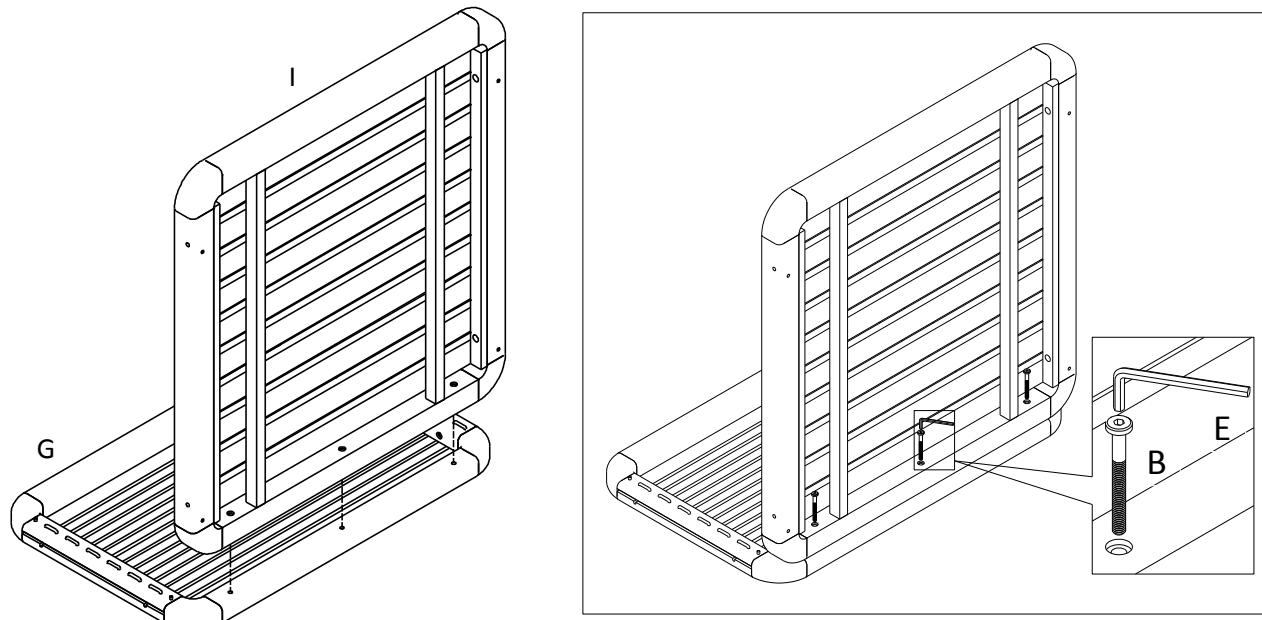

Figure 1.
1. Lay down the Back Rest (G) on the floor with the holes facing up. Attach the Seat Rest (I), to the Back Rest Frame (G). Insert 3 pcs of Bolts (B) to secure the Seat Rest (I) and the Back Rest (G), and then tighten with the Allen Key (E) provided as shown on the Figure 1.
1. Poser le dossier (G) sur le sol en orientant les trous vers le haut. Fixer l'assise (I) au cadre de dossier (G). Insérer 3 boulons (B) pour fixer l'assise (I) et le dossier (G), puis les serrer à l'aide de la clé Allen (E) fournie, comme le montre la figure 1.